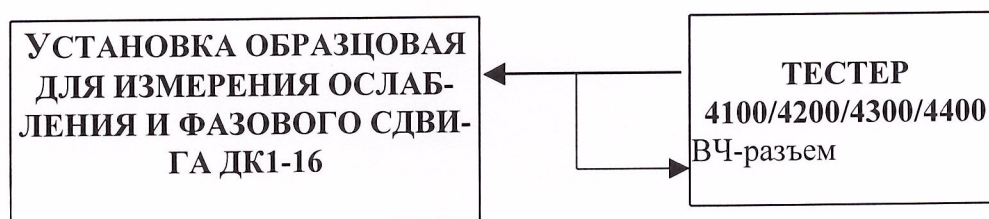

Рис.5 Схема определения погрешности измерения уровня входного сигнала и разности фаз.
8.3.4.1. Соберите рабочее место в соответствии с рис.5.
8.3.5.1. Соберите рабочее место в соответствии с рис.5.